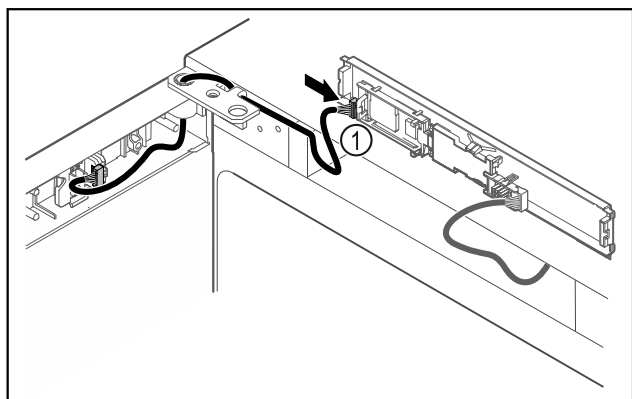

Fig. 50
- ▶ Pistke pistik Fig. 50 (1) trükkplaadil sisse.